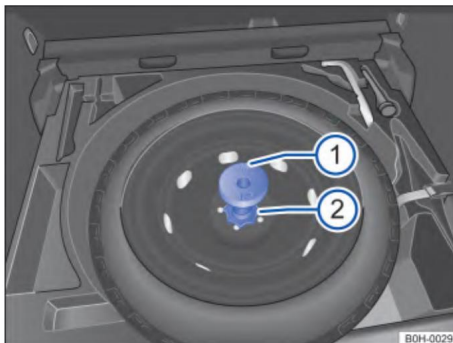

Рис. 202 В багажном отделении: неподвижный маховик для крепления запасных или запасных колес
– Потяните маховик против проворачивания Рис. 202 1 вверх и наружу. –